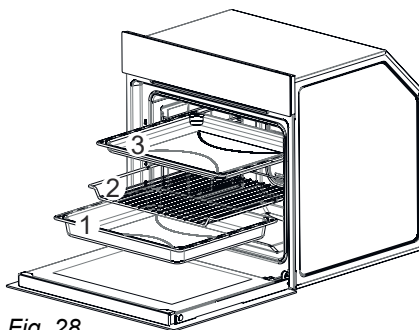

Fig. 28
- Зніміть дека і решітки з камери (Fig. 28/ 1-2-3).